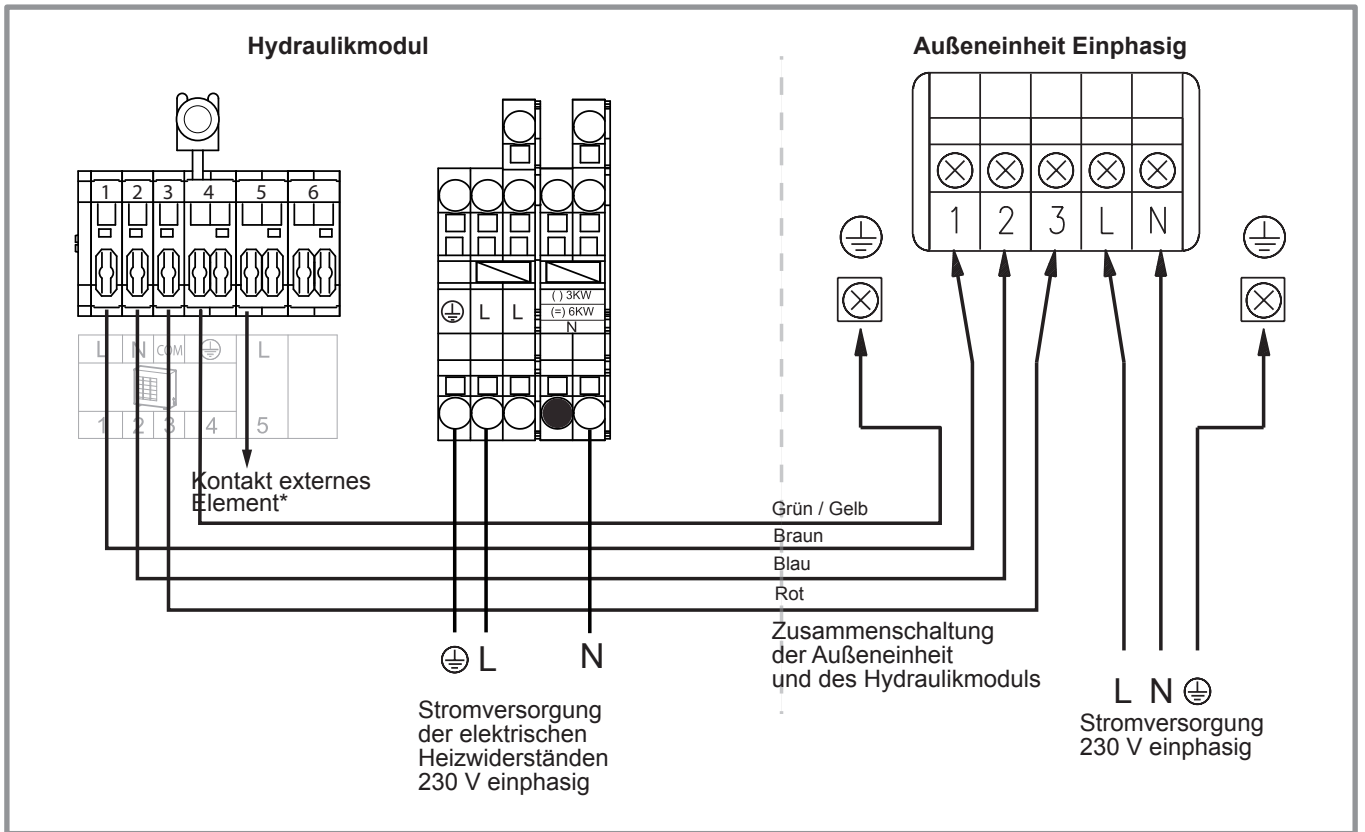

Abbildung 29 - Anschließen an die Klemmenleisten und Leistungsrelais
- Die Anschlüsse gemäß der Skizze **Abbildung 29, Seite 37** ausführen.